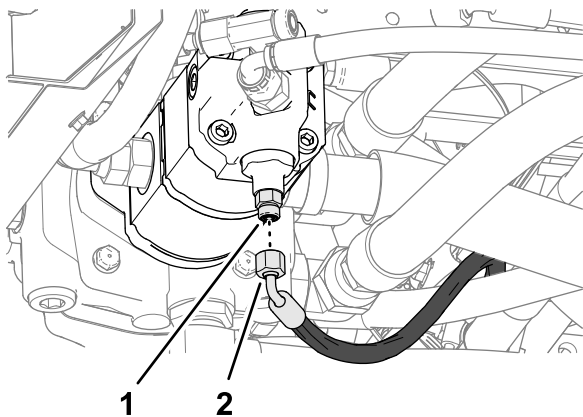

Figura 71
1. Desencaixe o tubo de detecção de carga da válvula de direção da união reta na parte inferior da bomba hidráulica (Figura 71).